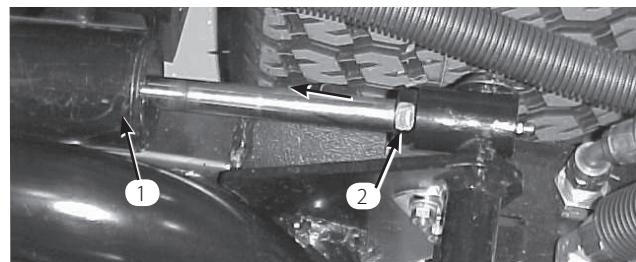
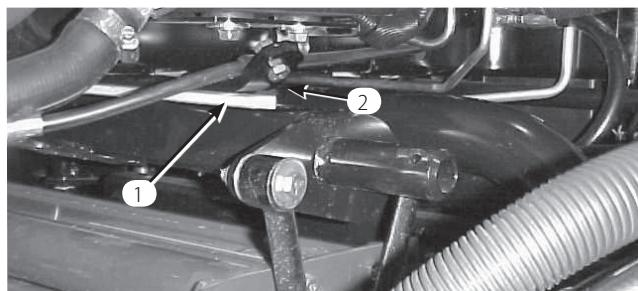

図 24
図 23
3. エンジンを始動し、昇降アームを上昇させ、後ろカッティングユニットのウェア・バーの上部についているウェア・ストラップからバンパー・ストラップまでの距離が 020"-100" の間にあるかどうかを点検する（図23）。この範囲になければ後シリンダを調整してすきまを作る。シリンダの調整は、カッティングユニットを降下させ、シリンダのジャムナットを戻して行う（図24）。ジャムナットを戻すには、シリンダ・ロッドのナットに近い方の部分をウェスとプライヤで握って回す。調整ができたらカッティングユニットを上昇させて隙間を点検する。必要に応じ、上記の調整手順を繰り返す。クレビスのジャム・ナットを締める。